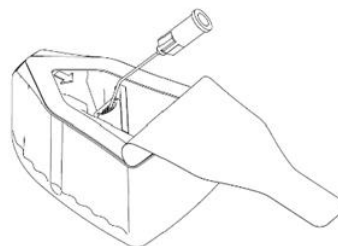

Fig. 1
3. Alinhe as setas na rolha vermelha do injetor e o recipiente aberto da LIO molhada para um posicionamento correto. Insira o injetor com um movimento firme para baixo, como demonstrado na Fig. 1 até fazer "click".